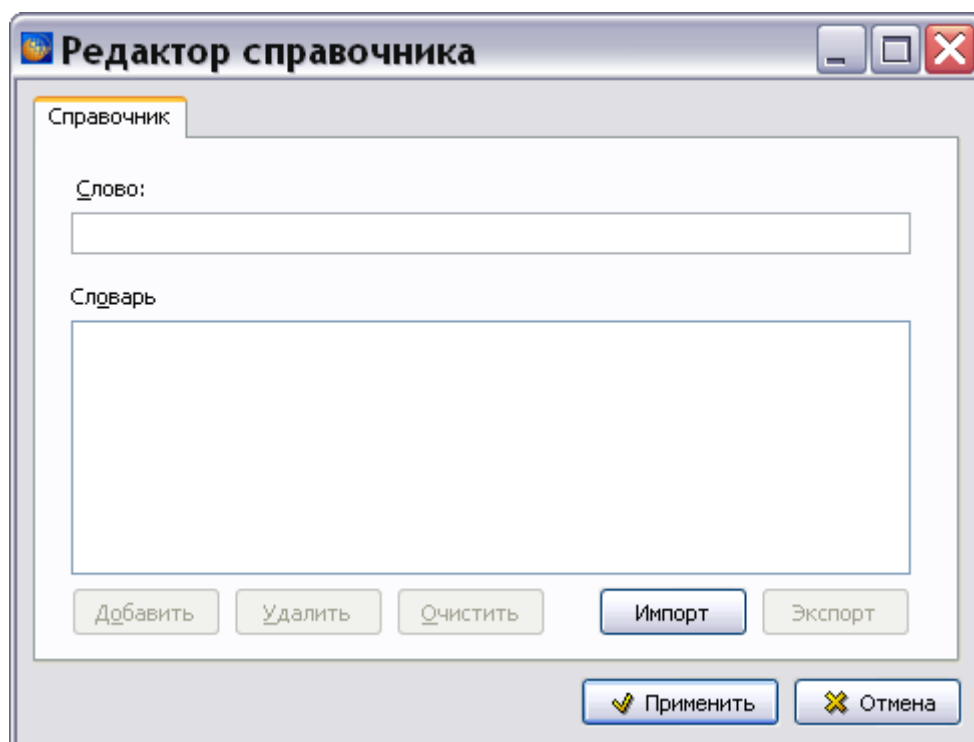

Рис. 5.36
1. Нажмите на кнопку **Словарь пользователя**. После этого появится окно **Редактор справочника** (Рис. 5.36).